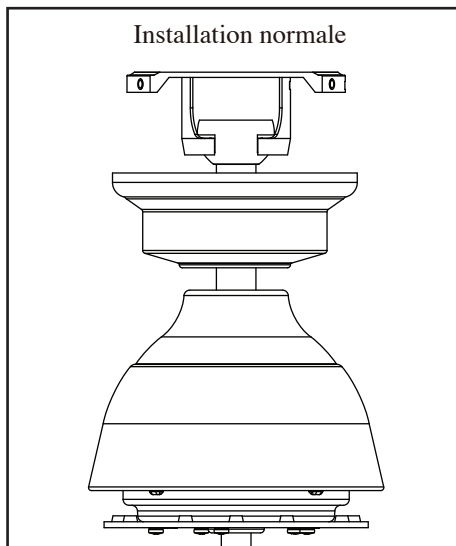

Figure 9
4. Soulevez avec précaution l'ensemble du ventilateur vers la traverse. Assurez-vous que la languette de la traverse est correctement placée dans le sillon de la boule de suspension. (Figure 9)